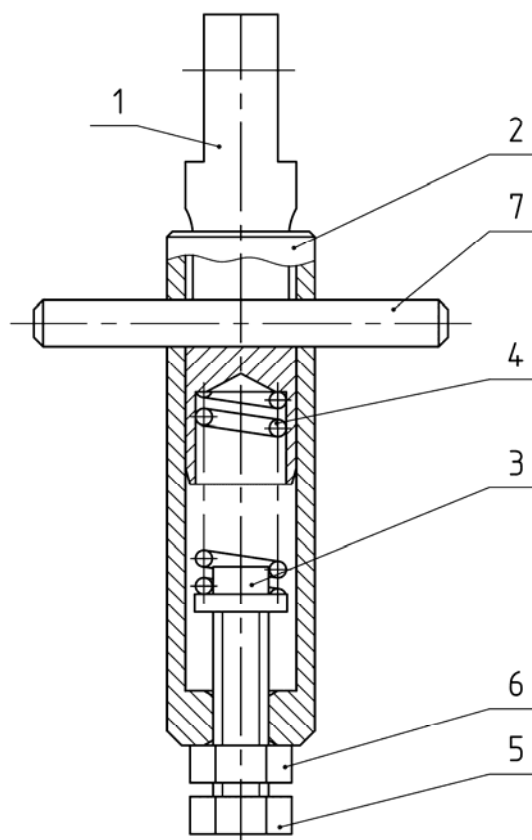

Рис.4.46 Толкатель.
Толкатель, (рисунок 4.46), служит для фиксации рычагов во включенном состоянии диапазонов и состоит из толкателя (1), корпуса (2), шайбы (3), пружины (4), болта (5), гайки (6) и ролика (7).
6) для разборки толкателя, извлеките ролик (7), (рисунок 4.46).